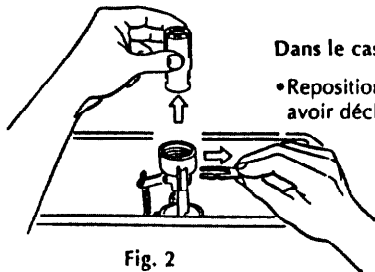

Fig. 2
- Repositionner le double bouton-poussoir en le retournant d'un demi-tour, après avoir déclipés la goupille de maintien (fig.2).